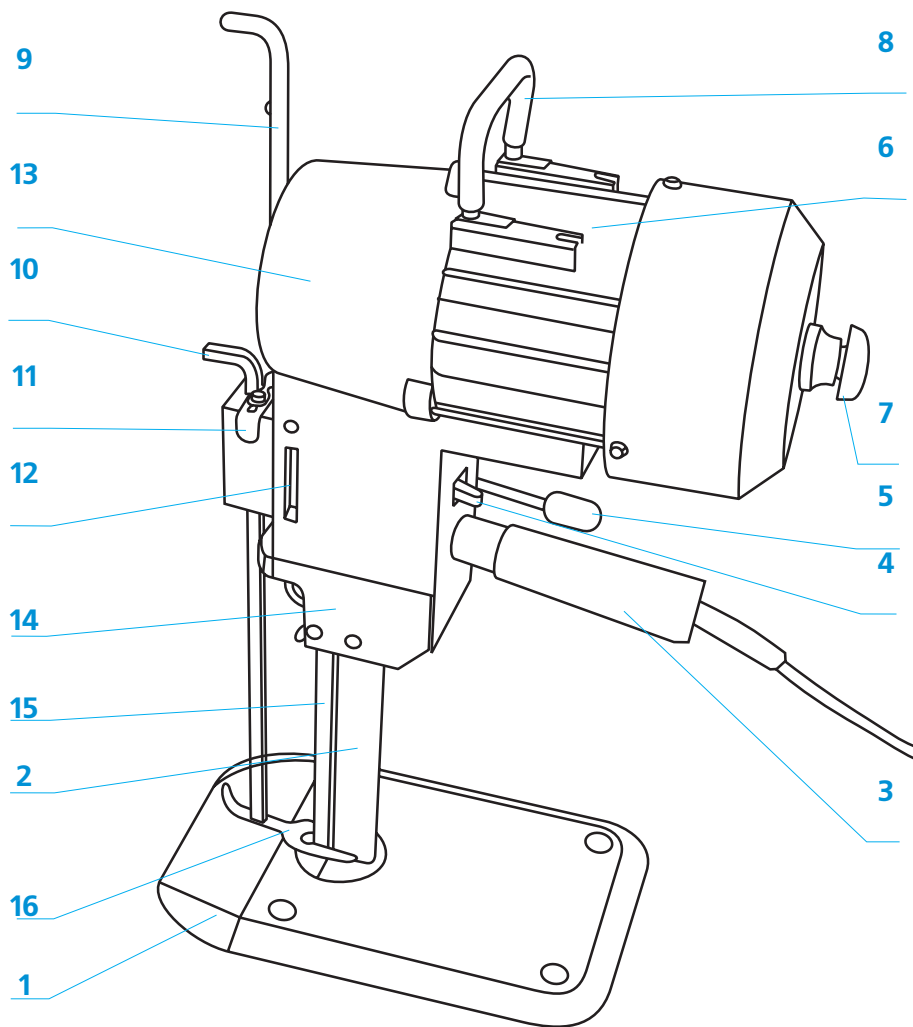

Рис. 1. Общий вид раскройной машины
Общий вид раскройной машины с названием ее основных элементов представлен на рис. 1.
Работа раскройной машины начинается после изменения положения переключателя (4) рис.1 из положения "0" в положение "1".
Перед первым подключением машины, а также после каждого ремонта или замены ножа, необходимо с помощью винта (7) рис.1 (нажимая на него и сохраняя в нажатом положении, повернуть по стрелке, указанной на корпусе двигателя) сделать несколько ходов ножа (15) для проверки его правильной работы (нет ли неисправностей или заклинивания).
Установка основных элементов раскройной машины при транспортировке и хранении представлена на рис.1. Лапка (16) находится в нижнем положении, заточное устройство (14) - в верхнем положении, задвижка (11) передвинута максимально в положение "1". После подготовки слоев ткани для раскроя, раскройную машину в положении, указанном на рис.1, поместить на раскройный стол и, после прижатия рычага лапки (5) к рукоятке (3), переместить рычагом (10) лапку (16) в верхнее положение. После освобождения рычага лапки она автоматически устанавливается на необходимой высоте.
- задвижку (11) передвинуть максимально в положение "0" (задвижку (11) можно передвинуть только тогда, когда и заточное устройство (14) и лапка (16) находятся в положении, показанном на рис.1)
- рукояткой (9) опустить заточное устройство и плавно медленно переместить его 2-3 раза по всей длине ножа, поднимая заточное устройство в крайнее верхнее положение
- задвижку передвинуть максимально в положение "1" (задвижка (11) в положении "0" делает невозможным поднятие лапки (16) даже если освободить рычаг лапки (5)).